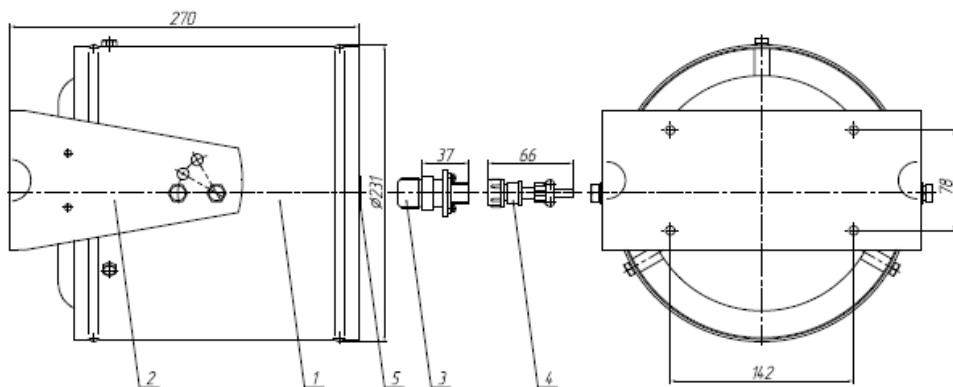

Рис.1. Генератор огнетушащего аэрозоля «Тор-1500»
3.1. В комплект поставки (рис.1) входит:
### 4.1. Устройство генератора (рис.1).